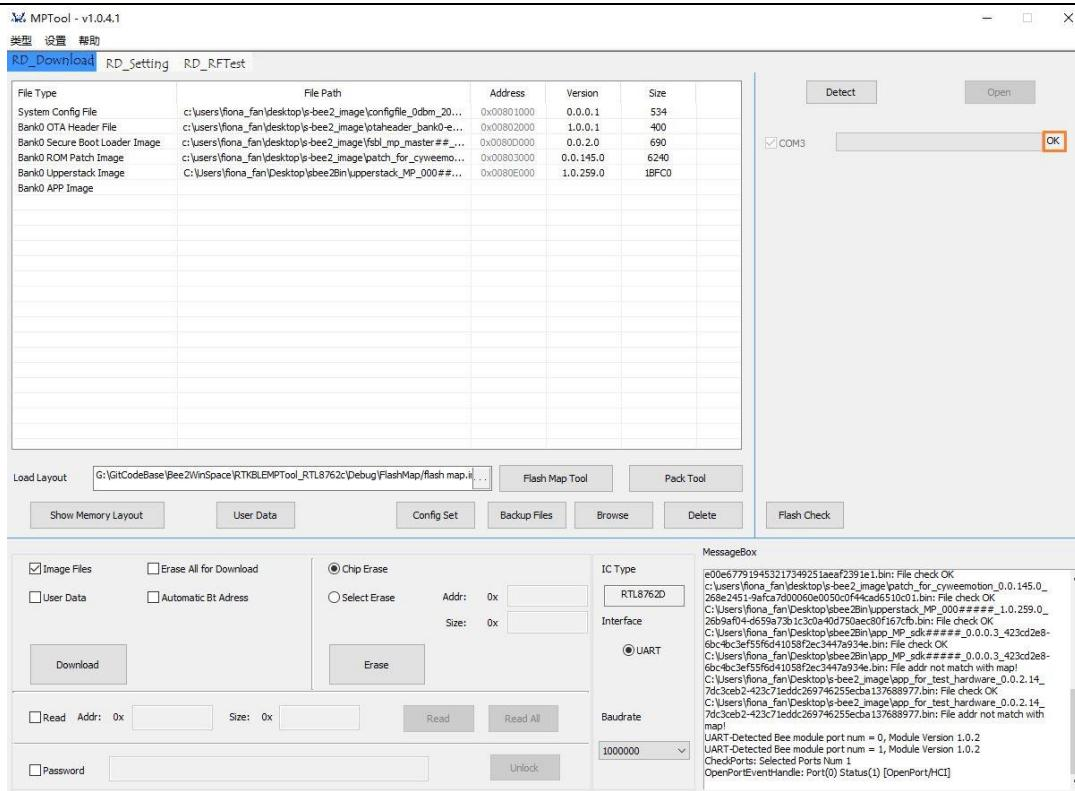

图 8-14 打开端口
7) 点击“Open”端口，打开端口，端口显示“OK”时表示打开端口成功，如图 8-14 所示。